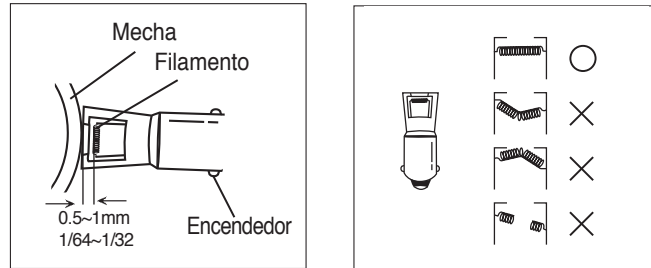

Fig. 10
**NOTA :** No use fuerza excesiva cuando apriete el botón de ignición. Esto puede causar que el quemador pille la mecha lo cual no permitirá que ocurra la ignición. Si aprieta el botón de ignición muy suave el encendedor quedará muy lejos de la mecha lo cual no permitirá que la ignición ocurra. Como demuestra la Fig. 10, la distancia ideal entre el encendedor y la mecha es 1/64—1/32 pulgadas (0.5 a 1 mm). Si es difícil prender el calentador, el filamento en el encendedor puede estar doblado, roto, o deformado.
Si el sistema de ignición automática no funciona, examine el filamento en el encendedor (vea Fig. 10) para ver si esta roto o desformado. Una pequeña distorsión puede ser arreglada con un fósforo. Si el filamento esta estirado o roto, reemplaze el encendedor con uno nuevo. **NOTA : Quite las baterías antes de reemplazar el encendedor.**